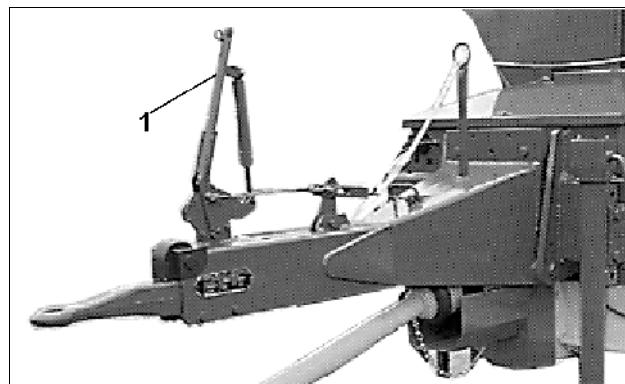

Рис. 21
- Перед отсоединением высокопроизводительного распределителя от трактора необходимо затянуть стояночный тормоз (Рис. 21/1).